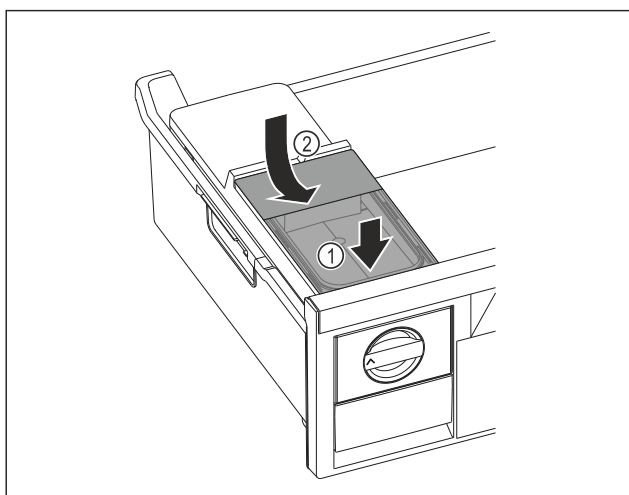

Fig. 99
- ▶ Watertank aan de voorkant plaatsen. Fig. 99 (1)
- ▶ Watertank aan de achterkant laten zakken. Fig. 99 (2)